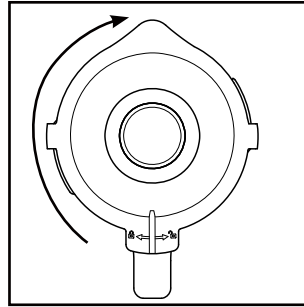

Abb. 2
- 4) Drücken Sie den Deckel **2** versetzt wieder fest auf den Mixbehälter **3** auf. Schließen Sie den Deckel **2**, indem Sie ihn im Uhrzeigersinn in die Position  drehen, bis er hörbar einrastet (siehe Abb. 2). Achten Sie darauf, dass die Ausgießnase am Mixbehälter **3** verschlossen ist. Nur wenn der Deckel **2** bündig aufgesetzt ist, kann der Motor starten.